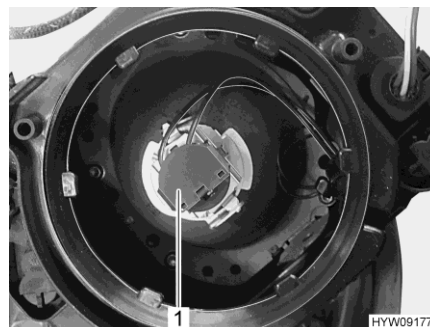

Fig. 231 Lampada ad incandescenza (faro anabbagliante/abbagliante)
- Ruotare il supporto (Fig. 231,1) e la lampada in senso antiorario e rimuoverli dall'involucro.
- Inserire il supporto (Fig. 231,1) e la lampada ad incandescenza nell'involucro e ruotare in senso orario fino a bloccarli. Il supporto scatta in posizione.